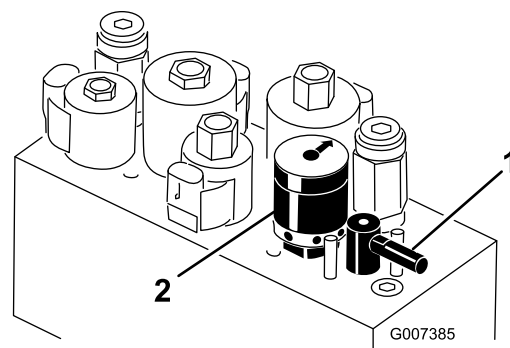

Figura 32
4. Per impostare la velocità dei cilindri girate la manopola (Figura 32) fino a portare le frecce in linea con il numero corrispondente all'impostazione desiderata.